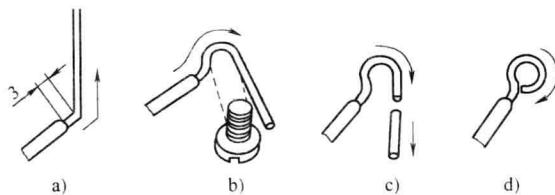
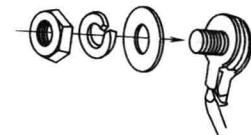

图 1-8 单芯线压接圈的弯法
图 1-9 接线桩垫圈压线顺序
1) 如图 1-8 所示, 将截面积为  $2.5\text{mm}^2$ 、 $4\text{mm}^2$  的导线弯成圆弧形压接圈并配合钢丝钳按图 1-9 所示紧固导线。压线时, 压接圈、接线耳(鼻)等必须压在平垫圈下边; 压接圈的方向必须与螺钉拧紧方向一致。